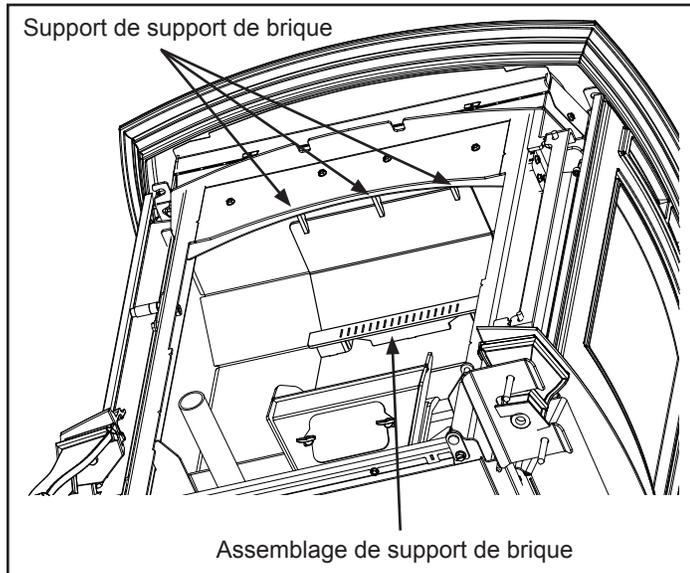

Figure 5.3
Pour installer la brique réfractaire, vous devez d'abord installer l'ensemble de support de brique situé dans le cendrier. L'ensemble de support de brique doit glisser dans les (3) supports de support de brique situés en haut du caisson. Figure 5.3.